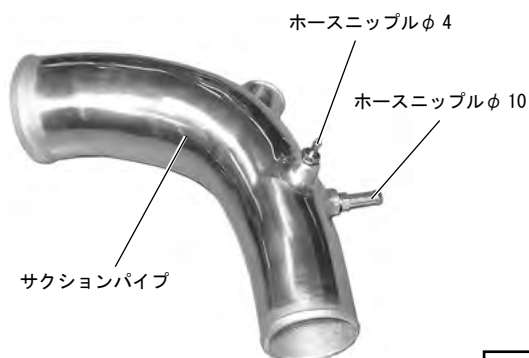

図6
- (1) サクションパイプにホースニップルφ10・ホースニップルφ4を取付けてください。取付ける際は、ネジ部に市販のシールテープ等を巻くなどしてエア漏れしないようにしてください。(図6)